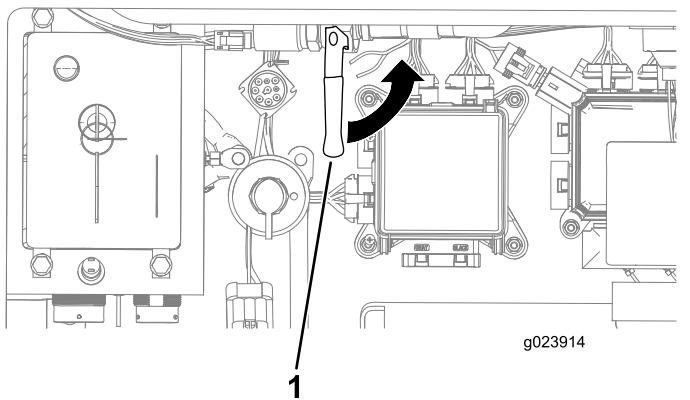

Figure 130
A. Ouvrez le robinet d'antigel à l'intérieur du compartiment arrière (Figure 130).
6. Fermez le robinet d'antigel (Figure 130).